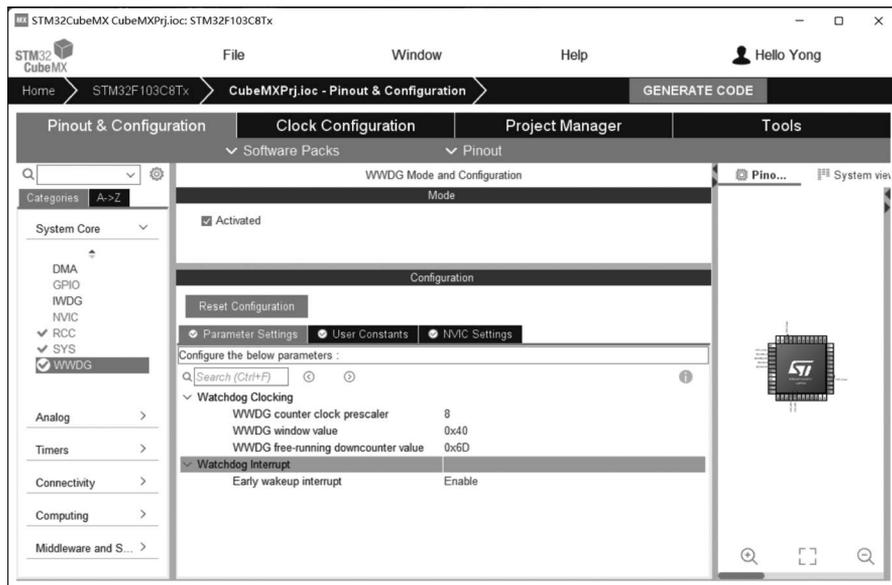
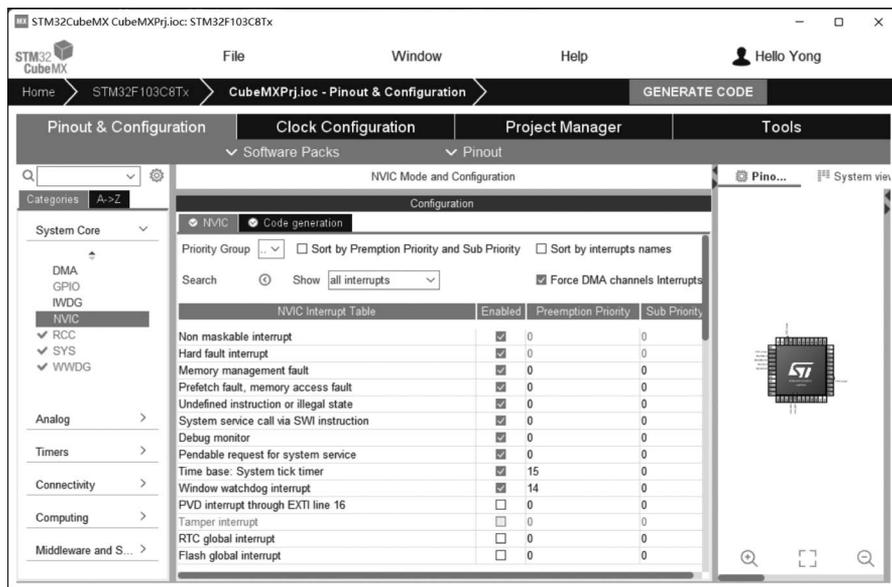

图 5-7 配置窗口看门狗
图 5-8 配置看门狗中断
(1) 在 STM32CubeMX 集成开发环境下,配置窗口看门狗,如图 5-7 所示。
在图 5-7 左边栏中选中 WWDG,再在窗口中间部分选中 Activated,表示开启窗口看门狗;再配置 WWDG counter clock prescaler 为 8,表示分频值为 1/8;设置 WWDG window value 为 0x40,表示窗口大小为 0x40 至 0x7F;设置 WWDG free-running downcounter value 为 0x6D,即每次的“喂狗值”为 0x6D。
然后,在图 5-7 左侧选中 NVIC,如图 5-8 所示。
在图 5-8 中,打开窗口看门狗中断 Window watchdog interrupt,设置其中断优先级号为 14。接着,在图 5-8 中,单击 GENERATE CODE 生成 CubeMXPrj 工程。